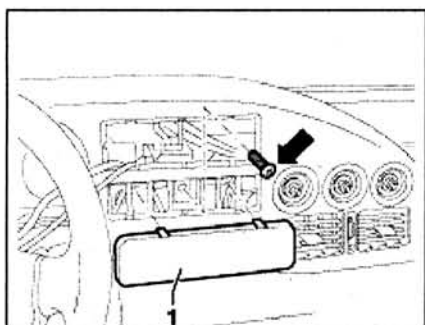

Рис. 8.14. Снимите декоративную накладку **1** и открутите болт (стрелка).
3. Снимите декоративную накладку **1** и открутите болт (стрелка) (рис. 8.14).